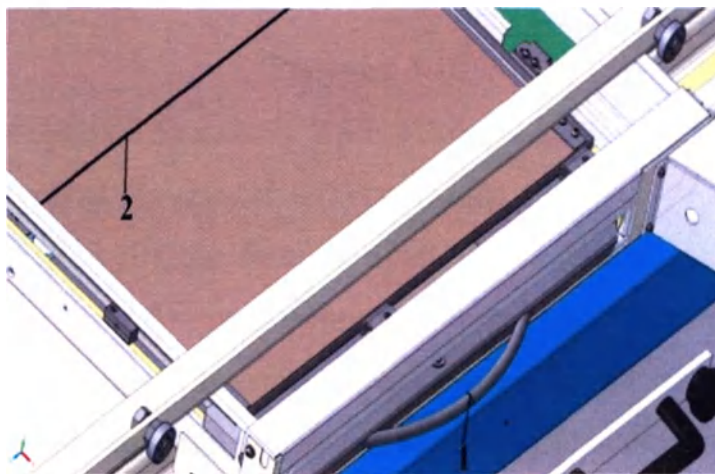
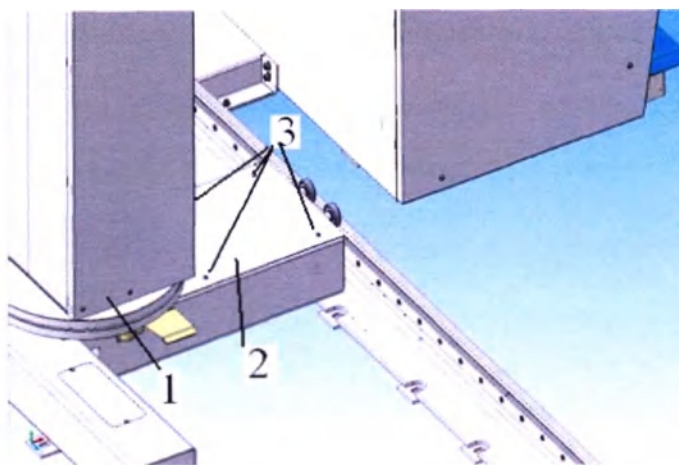

Рисунок 3.8
Рисунок 3.9
- переместить рентгеновскую решётку в центр светового поля (рисунок 3.8) совместив риску светового центратора с риской на ручке 1 рентгеновской решетки;
- открутить (рисунок 3.9) четыре винта 3;
- проверить (рисунок 3.8) совпадение риски светового центратора с риской на растре 2 во всем диапазоне вертикального перемещения излучателя. При не совпадении рисок на величину меньшую ± 2 мм завершить операции, установить на место крышку 2 и завинтить четыре винта 3 (рисунок 3.9). При несовпадении рисок на величину большую ± 2 мм операции повторить.